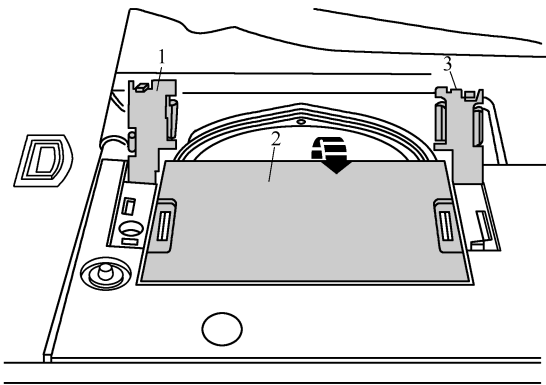

图 9-2-16 翻起定位凸缘和盖板
- (4) 如图 9-2-16 所示, 将定位凸缘 1 和 3 向后翻起, 将盖板 2 沿箭头方向向前翻。